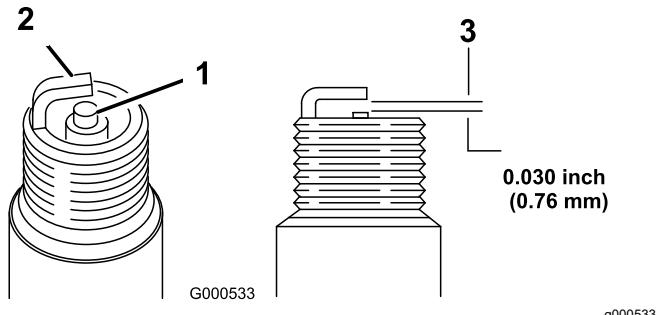

Bild 24
- Stellen Sie den Elektrodenabstand an der Zündkerze auf 0,76 mm ein, siehe **Bild 24**.